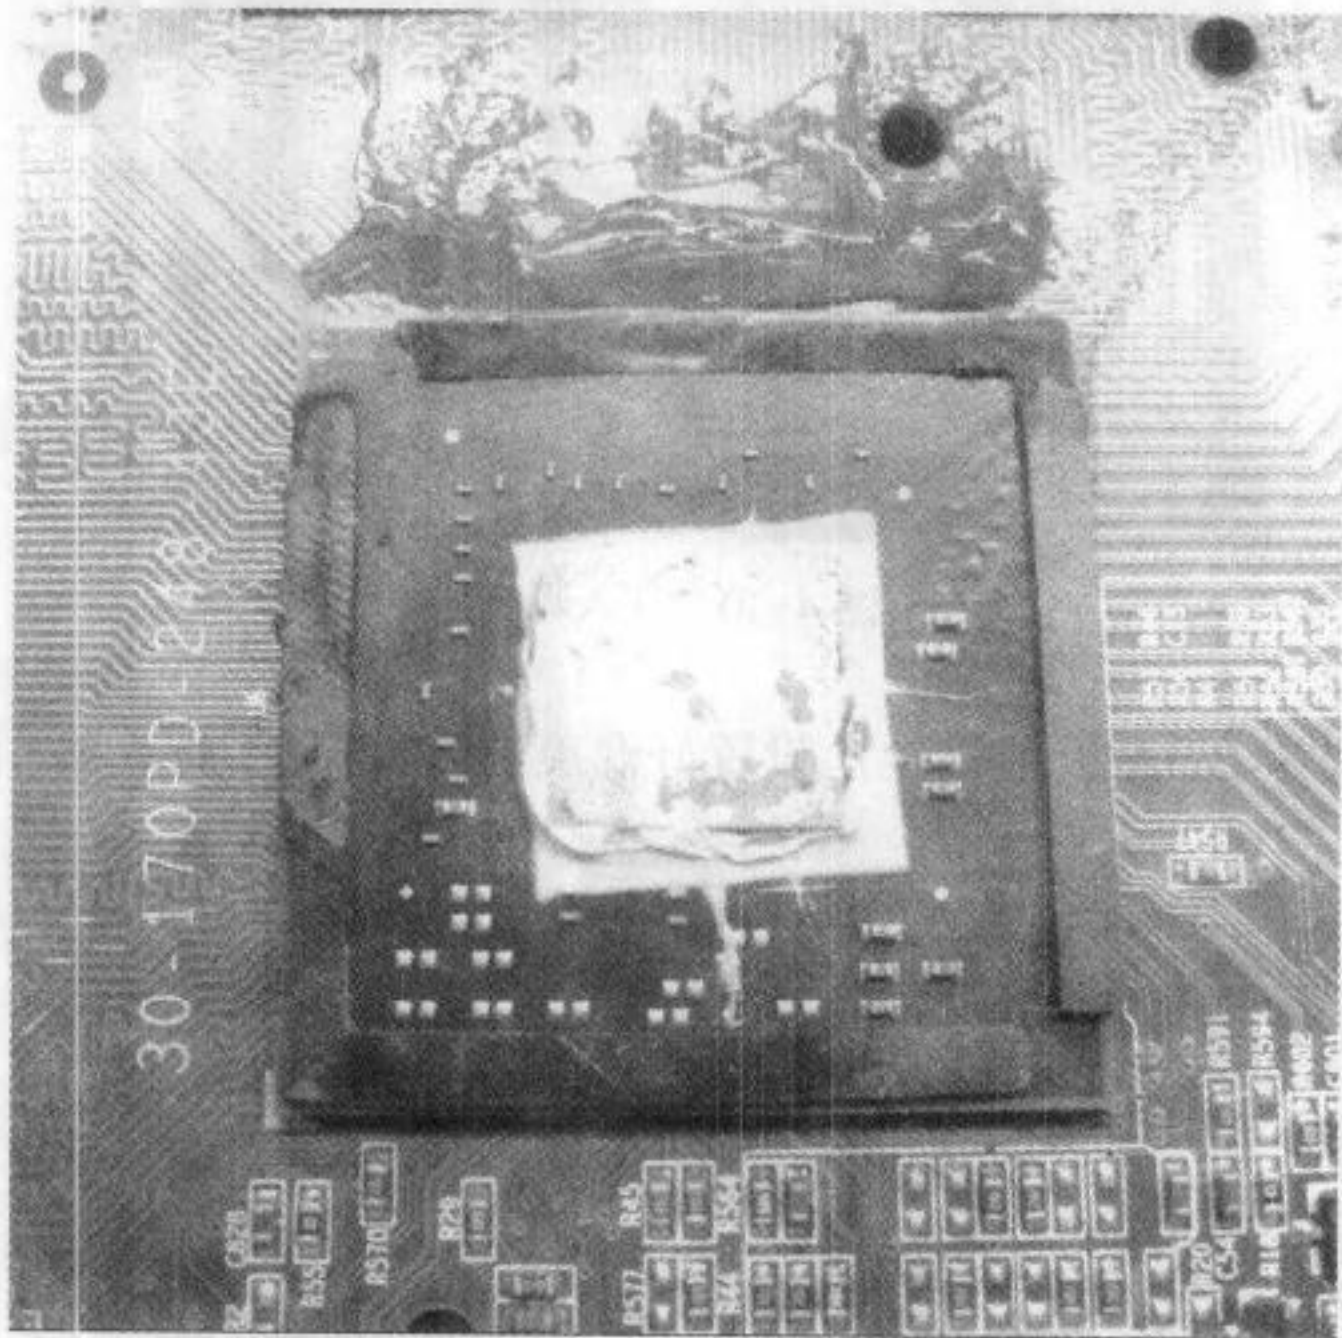

图 4-28 涂焊膏
(2) 涂适量 BGA 专用焊膏在 GPU 旁边, 最好在 GPU 的左右两侧, 不要涂在金手指边上或者对面, 如图 4-28 所示。